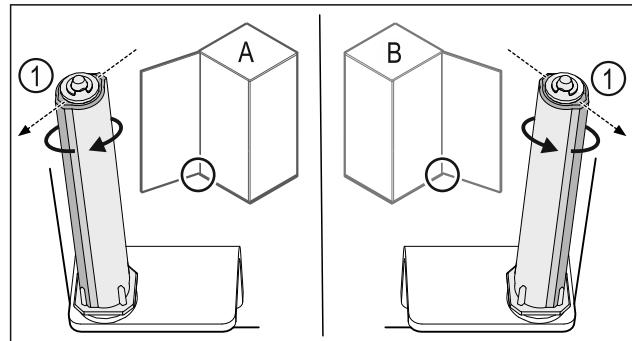

Fig. 41 左门挡 (A) / 右门挡 (B)
- ▶ 克服阻力转动关门系统，直至关门系统 Fig. 41 (1)的连接片朝外。